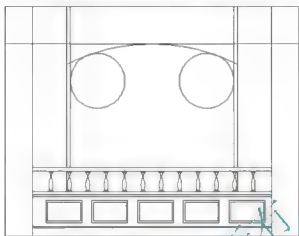
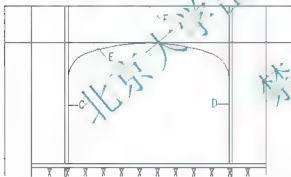
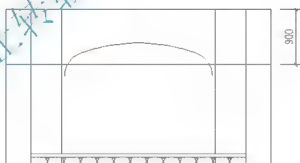

图 5.34 镜像复制右侧的圆
图 5.35 修剪图形
图 5.36 删除 C 线、D 线和 E 线并偏移 F 线
(5) 启动【镜像】命令，对称复制出右侧的圆，结果如图 5.34 所示。
(6) 用【修剪】命令，将图 5.34 修剪至如图 5.35 所示。
(7) 用【删除】命令，将图 5.35 中的 C 线、D 线和 E 线删除。
(8) 启动【偏移】命令，将图 5.35 中的 F 线向下偏移 900 mm，结果如图 5.36 所示。
(9) 用【修剪】命令，将图 5.36 修剪至如图 5.37 所示。